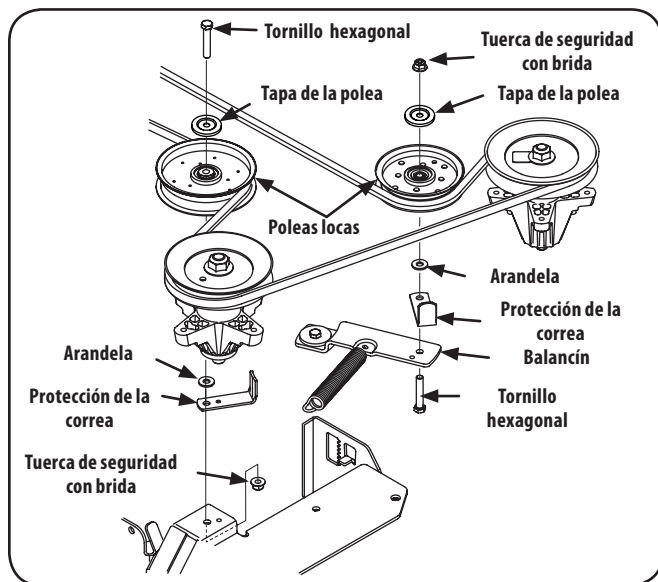

Figura 7-8
3. Extraiga las dos poleas locas, para lo cual debe retirar los tornillos de cabeza hexagonal y las tuercas de seguridad con brida que las sujetan a la plataforma y el brazo de polea loca. Consulte la Figura 7-8. No afloje ningún elemento de ferretería al sacar el tornillo de cabeza hexagonal y la tuerca de seguridad con brida.
6. Coloque la correa alrededor de las poleas locas que extrajo en el paso 3 con el lado en "V" orientado hacia adentro. Una vez que todo esté en su lugar, vuelva a colocar los elementos de ferretería y ajuste la tuerca de seguridad con brida para sujetar el conjunto. Consulte la Figura 7-8.